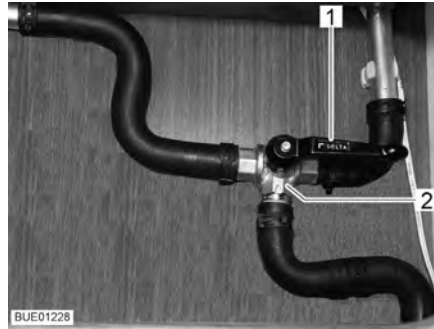

Fig. 133 Válvula de 3 vías
- Poner la palanca (Fig. 133,1) de la válvula de 3 vías (Fig. 133,2) en posición paralela al sentido de flujo recto (Fig. 133).
- Poner la palanca (Fig. 133,1) de la válvula de 3 vías (Fig. 133,2) en posición transversal al sentido de flujo recto.